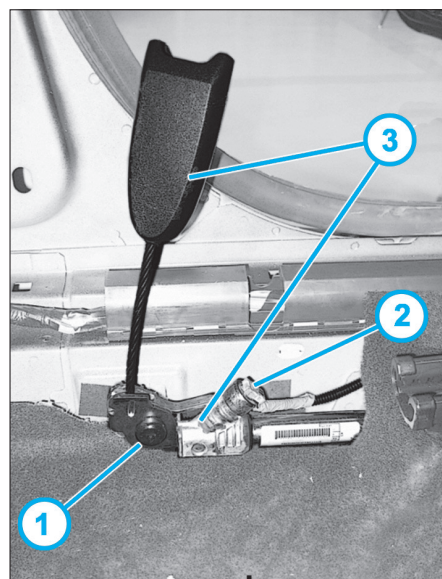

Fig. 17
- Déposer la vis (1) (Fig.17).
- Débrancher le connecteur (2).
- Sortir le prétensionneur (3).